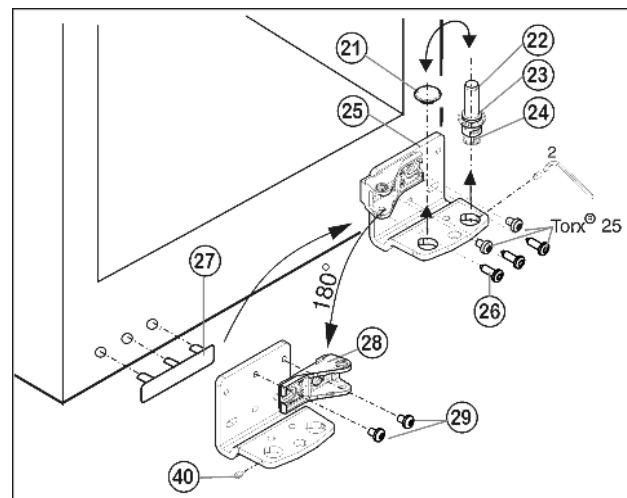

Fig. 7
- ▶ Отвинтите установочный винт Fig. 7 (40) приблизительно на один оборот прилагаемым торцевым ключом.
- ▶ Извлеките опорный винт Fig. 7 (22) в комплекте с шайбой Fig. 7 (23) и регулируемой опорой Fig. 7 (24), вывинчивая его вверх.
- ▶ Снимите пробку Fig. 7 (21).
- ▶ Открутите Fig. 7 (26) опорный кронштейн Fig. 7 (25).
- ▶ Полностью выкрутите установочный винт Fig. 7 (40) и вкрутите на противоположной стороне на нижнем опорном кронштейне, чтобы он был заподлицо с этим кронштейном.
- ▶ Открутите опорную деталь Fig. 7 (28) и снова прикрутите Fig. 7 (29) внутри с поворотом на 180°.
- ▶ Переставьте пробку Fig. 7 (21) в свободное отверстие.
- ▶ Осторожно снимите и переставьте на противоположную сторону крышку со стороны ручки Fig. 7 (27).
- ▶ Снова прикрутите опорный кронштейн Fig. 7 (25) на новой стороне шарнира (с моментом 4 Нм). При необходимости используйте аккумуляторный шурупверт.
- ▶ Вновь установите опорный винт Fig. 7 (22) в комплекте с шайбой и регулируемой опорой.
- ▶ Затяните установочный винт Fig. 7 (40).
- ▶ Установите дверцу сверху на нижний опорный винт Fig. 7 (22).
- ▶ При необходимости выровняйте дверцу через два продольных паза в нижнем опорном кронштейне Fig. 7 (25) параллельно корпусу устройства. Для этого выкрутите средний винт.